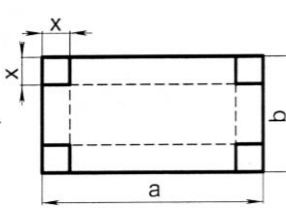

Рис. 5.9
5.15. З прямокутного листа жерсті розмірами a і b (рис.5.9) треба виготовити відкриту зверху коробку. Для цього по кутах листа вирізають однакові квадрати та загинають краї. Квадрати якого розміру x потрібно вирізати, щоб отримати коробку максимальної місткості?